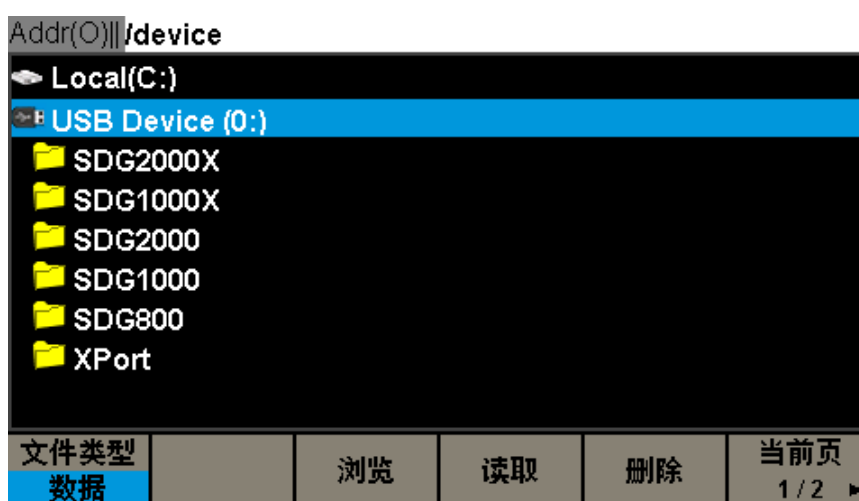

图 2-41 固件升级界面
4. 旋转旋钮选择 USB Device (0:) 然后向下按下旋钮，或直接点击屏幕上 USB Device (0:) 所在位置，展开 U 盘目录，如图 2-41 所示。